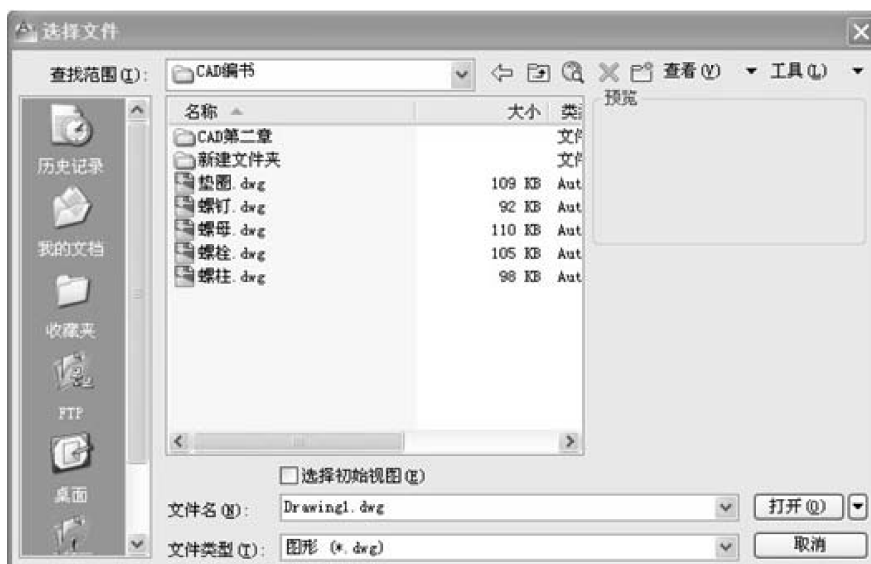

图 1-3 “选择文件”对话框
1) 选择“文件”→“打开”命令, 打开“选择文件”对话框, 如图 1-3 所示。